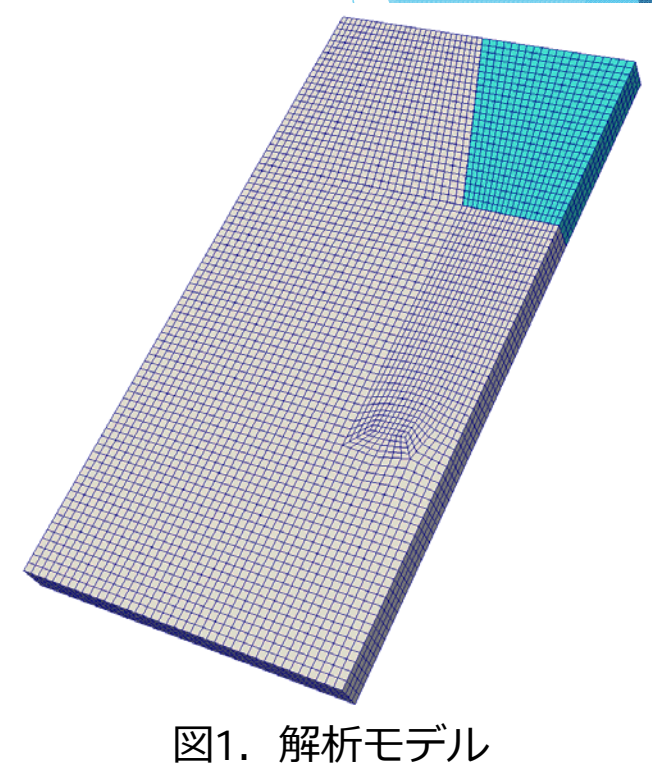

図1. 解析モデル
- ▶ 図1の白色部分と水色部分には異なる材料が定義されている